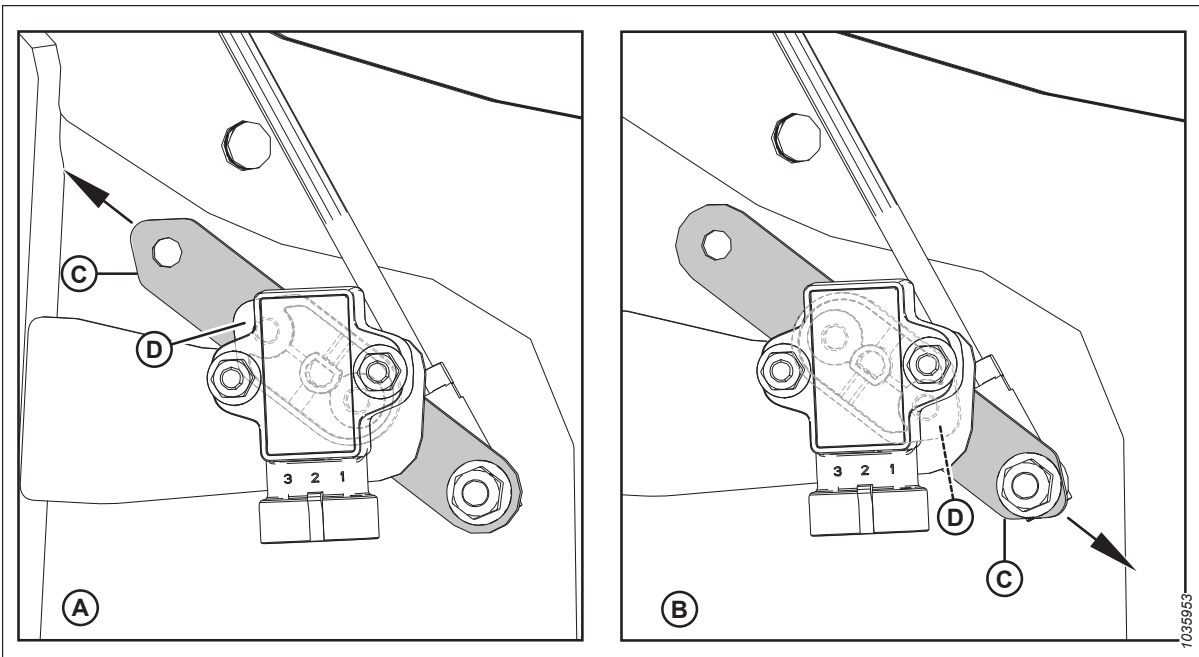

Figure 3.362: Configurations du bras/pointeur du capteur
5. Veillez à ce que le bras (C) et le pointeur (D) du capteur soient configurés correctement pour la plateforme. Pour obtenir des instructions, consultez la figure 3.362, page 258.